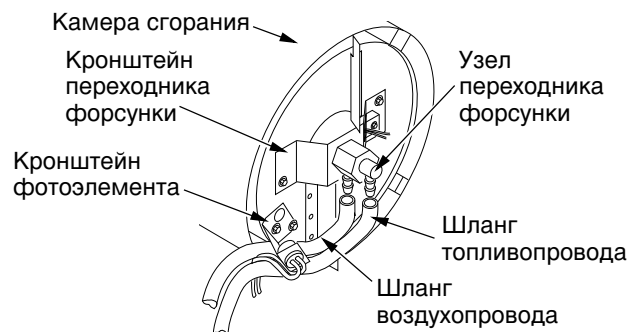
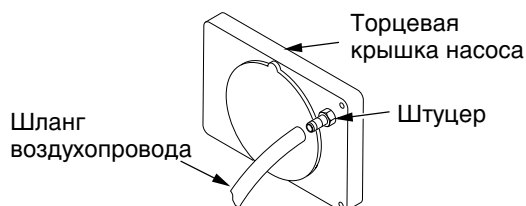

**Рис. 17. Снятие шлангов воздухопровода и топливопровода (только для моделей REM8CEL RE и REM12CEL RE)**
Рис. 22. Присоедините шланг воздухопровода к штуцеру
14. Установите фотоэлемент в его кронштейн. Протяните провода, как показано на Рис. 17, 18, или 19, стр. 13.
3. Снимите шланги топливопровода и воздухопровода с узла форсунки (см. Рис. 17, 18 или 19).
4. Проверьте шланги топливопровода и воздухопровода на отсутствие трещин и/или отверстий. Если топливопровод поврежден, отсоедините его от переходника форсунки (см. Рис. 17, 18 или 19, стр. 13) и топливного фильтра (см. стр. 10). Если воздухопровод поврежден, отсоедините его от переходника форсунки (см. Рис. 17, 18 или 19, стр. 13) и от штуцера торцевой крышки насоса (см. Рис. 22).
5. Установите новый воздухопровод и/или топливопровод. Присоедините один конец шланга воздухопровода к штуцеру на торцевой крышке насоса (см. Рис. 22), а другой - к переходнику форсунки (см. Рис. 17, 18 или 19, стр. 13). Присоедините один конец шланга топливопровода к топливному фильтру (см. стр. 10), а другой - к переходнику форсунки (см. Рис. 17, 18 или 19, стр. 13).
На нагревателях моделей REM8CEL RE и REM12CEL RE проложите воздухопровод и топливопровод примерно так, как показано на Рис. 17, стр. 13.